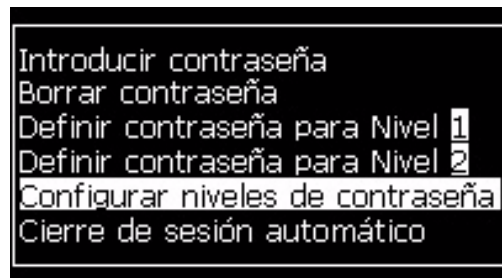

Figura 4-8. *Set Password Levels (Configurar niveles de contraseña)*
- 1 Pulse *Alt + w* y seleccione *Set Password Levels (Configurar niveles de contraseña)* (consulte Figura 4-8) para abrir la pantalla *Change Password Levels (Cambiar niveles de contraseña)* (consulte Figura 4-9).